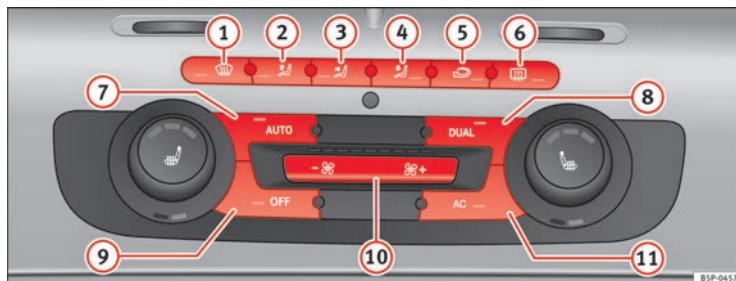

Fig. 132 Sulla plancia portastrumenti: i comandi del Climatronic 2C
- Girare le rotelle di regolazione della temperatura ⇒ fig. 132 per regolare rispettivamente la temperature della zona sinistra o della zona destra dell'abitacolo.
- Premere il tasto **AUTO** ⇒ fig. 132. Nel display della radio viene visualizzato „AUTO High“ (velocità del ventilatore alta).
- Premere di nuovo il tasto **AUTO** ⇒ fig. 132. Nel display della radio viene visualizzato „AUTO Low“ (velocità del ventilatore bassa).